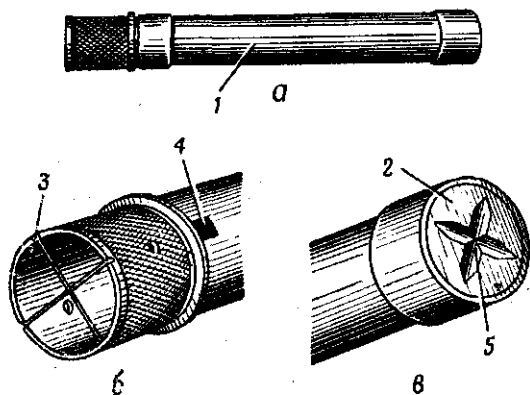

Рис. 36. Прибор для проверки прицельных приспособлений:
29. Прибор для проверки прицельных приспособлений (рис. 36) состоит из трубы и дна. На переднем торце трубы имеются четыре прорези для натягивания нитей. На наружной поверхности трубы имеется выступ (штифт), предназначенный для правильной установки прибора в стволе гранатомета. Труба прибора закрыта дном, в центре которого имеются четыре прорези.